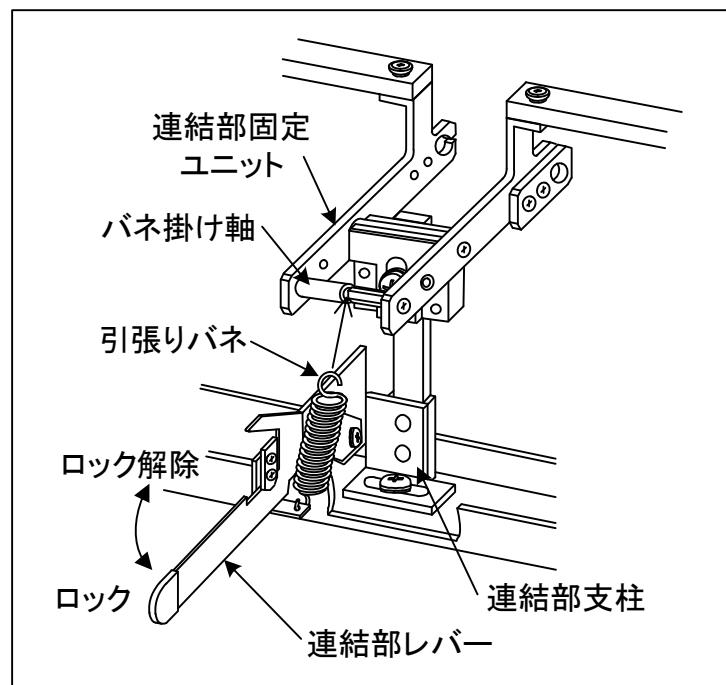

図4.3-10 引張りバネをかける
- (8) フェルト白をブラケットの間隔でカットして、消音バーの下面に貼る。
- (9) 消音バーが取り付けてある箇所をピアノへ戻す。この時、連結部レバーは図4.3-10のロック解除の位置（上に押し上げた状態）で行う。
**注意！** 連結部レバーを図4.3-10のロックの位置で箇所を取り付けた場合、消音バーが前框に接触してピアノを傷つけたり、消音バーや支柱が変形する恐れがある。
- (10) 連結部がある位置と消音レバーのワイヤー部や接続ケーブルが通せる穴があるか確認する。